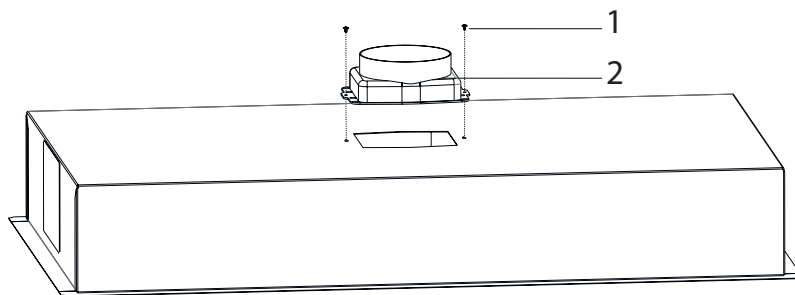

Fig. 8
4. ➔ Påsæt aftræksstudsens oven på emhætten og skru den fast med 2 X 3,5X9,5 skruer(Fig. 8).